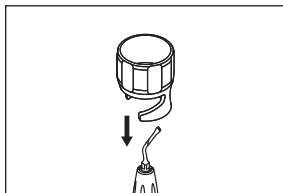

Fig. 2
- 2) Posizionare la chiave per la punta allineandola con la parte quadrata della punta (Fig. 2).